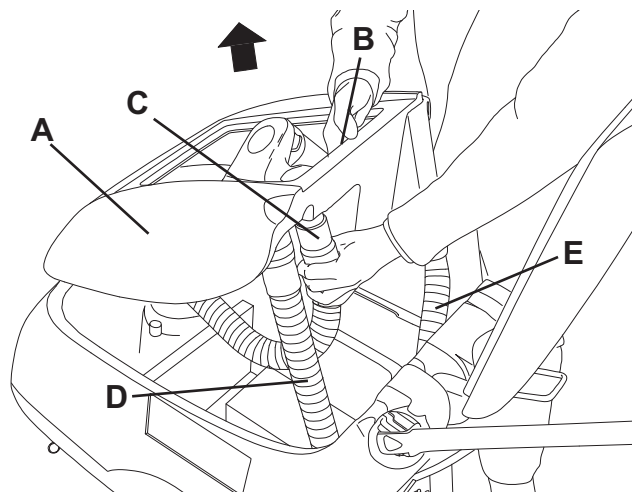

Рис. 2
6. Отсоедините вакуумный шланг (22) от швабры (11).
7. Отсоедините спускной шланг восстанавливающей воды (16) от скобы (17).
8. Откройте крышку (6).
9. Захватите бачок с восстанавливающей водой (А, Рис. 2) в зоне (В) и слегка сполосните его.
10. Отсоедините вакуумный шланг (С) от бачка, затем снимите бачок (А) с шлангами (D) и (E).
11. Установите аккумуляторы в машину согласно схеме (28).
12. Установите на место бачок (А, Рис. 2), выполнив шаги с 6 по 10 в обратном порядке.